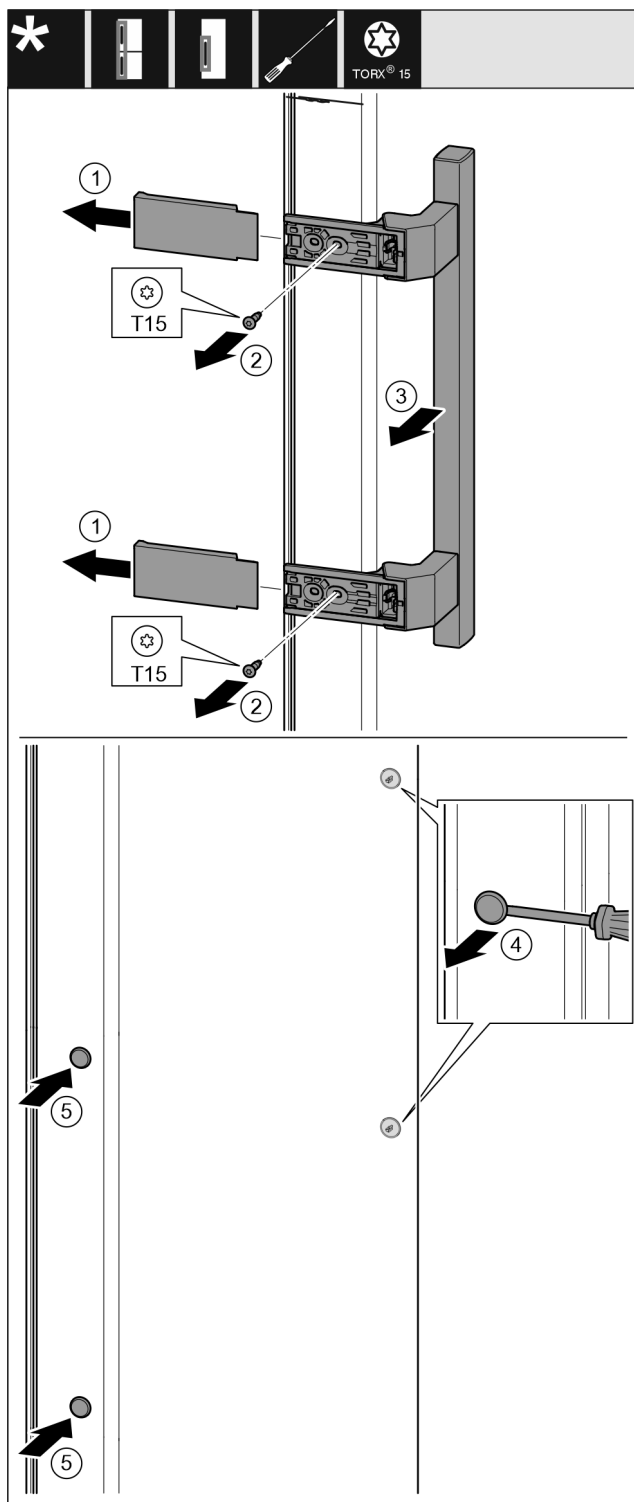

Fig. 39
- ▶ Trekk dekselet av. Fig. 39 (1)
- ▶ Skru ut skruene med skrutrekker T15. Fig. 39 (2)
- ▶ Ta av håndtaket. Fig. 39 (3)
- ▶ Løft sideproppen forsiktig opp med en skrutrekker, og trekk den ut. Fig. 39 (4)
- ▶ Sett proppen inn igjen på den andre siden. Fig. 39 (5)